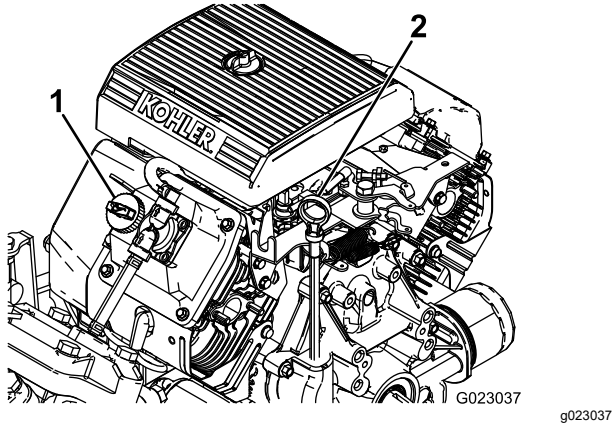

图 10
2. 取出量油尺用干净的抹布擦拭图 10。
4. 如果机油油位较低请从气门室盖图 10 上拆下加油颈盖从开口处注入机油直至油位达到量油尺上的“已满”标记请参阅 了解适合的机油类型和粘度。维护机油 (页码 41)